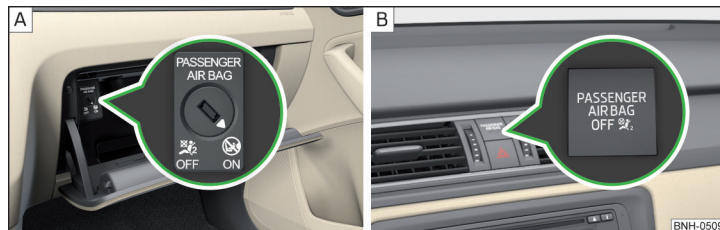

Fig. 12 Comutator cu cheie pentru airbagul frontal al pasagerului față / lampă de control pentru airbagul frontal al pasagerului față
- Lampa de control OFF  » fig. 12 la pagina 21 -  se aprinde la punerea contactului motor.
- › Cu ajutorul cheii, rotiți cu grijă fanta comutatorului cu cheie în poziția **OFF** » fig. 12 - **A**.
- › Verificați dacă, după cuplarea contactului, este aprinsă lampa de control **OFF** **☘**;1) sub inscripția **PASSENGER AIR BAG** » fig. 12 - **B**.
- › Cu ajutorul cheii, rotiți cu grijă fanta comutatorului cu cheie în poziția **ON** » fig. 12 - **A**.
- › Verificați dacă, după cuplarea contactului, nu este aprinsă lampa de control **OFF** **☘**; sub inscripția **PASSENGER AIR BAG** » fig. 12 - **B**.